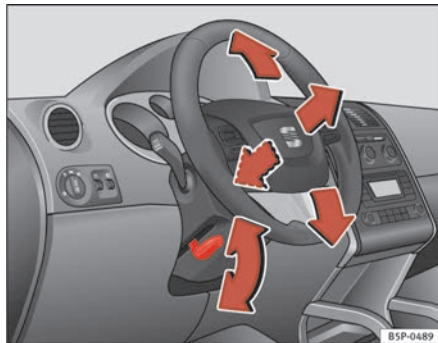

Fig. 133 Ajuste de la posición del volante
- Tire hacia abajo de la palanca ⇒ **fig. 133** situada debajo de la columna de dirección ⇒ **!**.